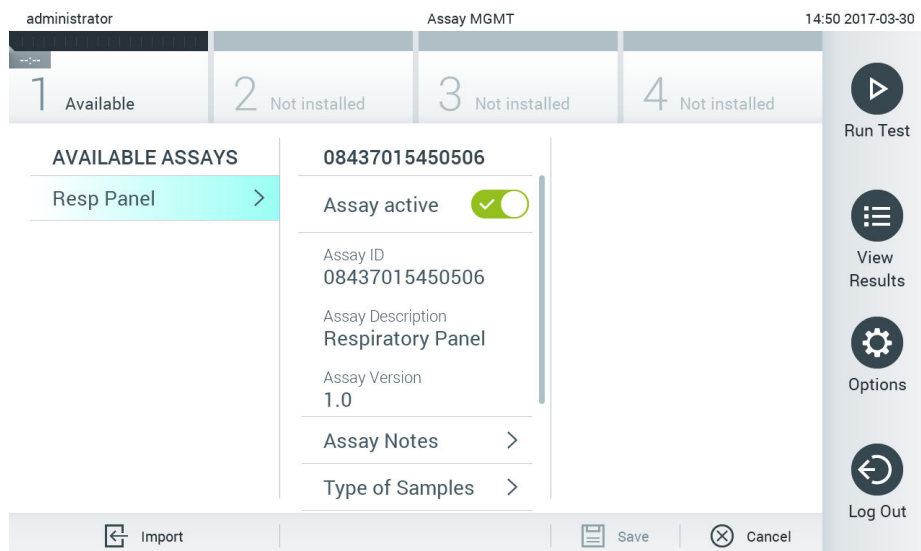

Figure 66. Gestion des dosages disponibles.
1. Appuyez sur le bouton Options (Options), puis le bouton Assay Management (Gestion des dosages) pour accéder à l'écran Assay Management (Gestion des dosages). Les dosages disponibles sont répertoriés dans la première colonne de la zone de contenu (figure 66).